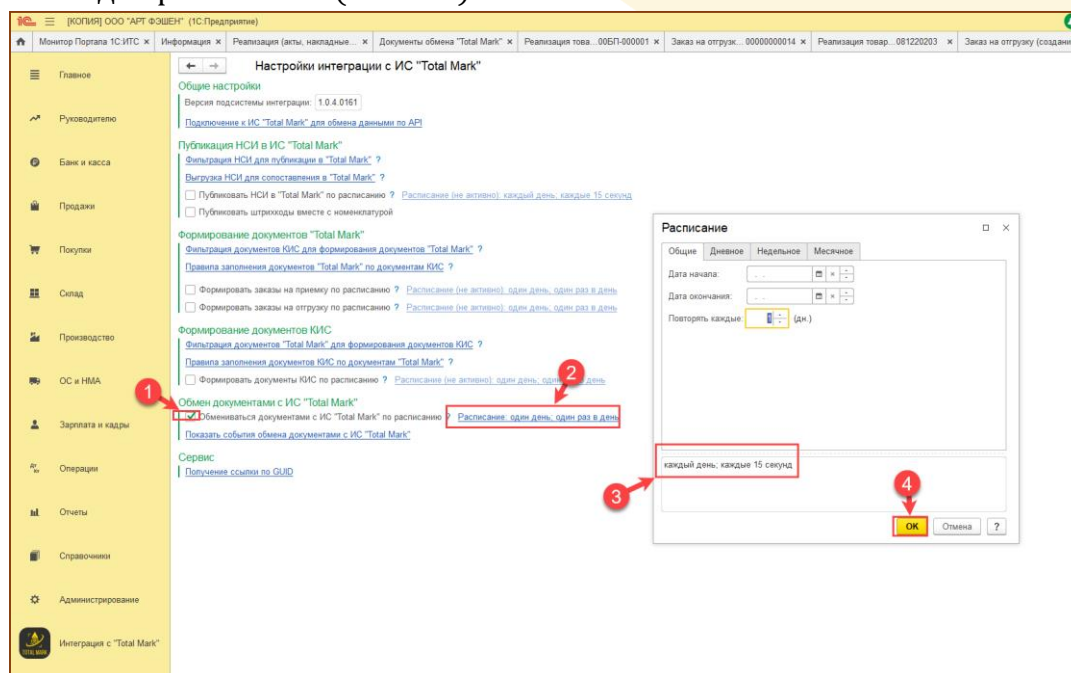

Рис. 3-9 - Настройка создания документов обмена
- Для включения автоматического обмена документами, необходимо включить признак «Обмениваться документами с ИС Total Mark по расписанию» и задать расписание для регламента (Рис. 3-9).